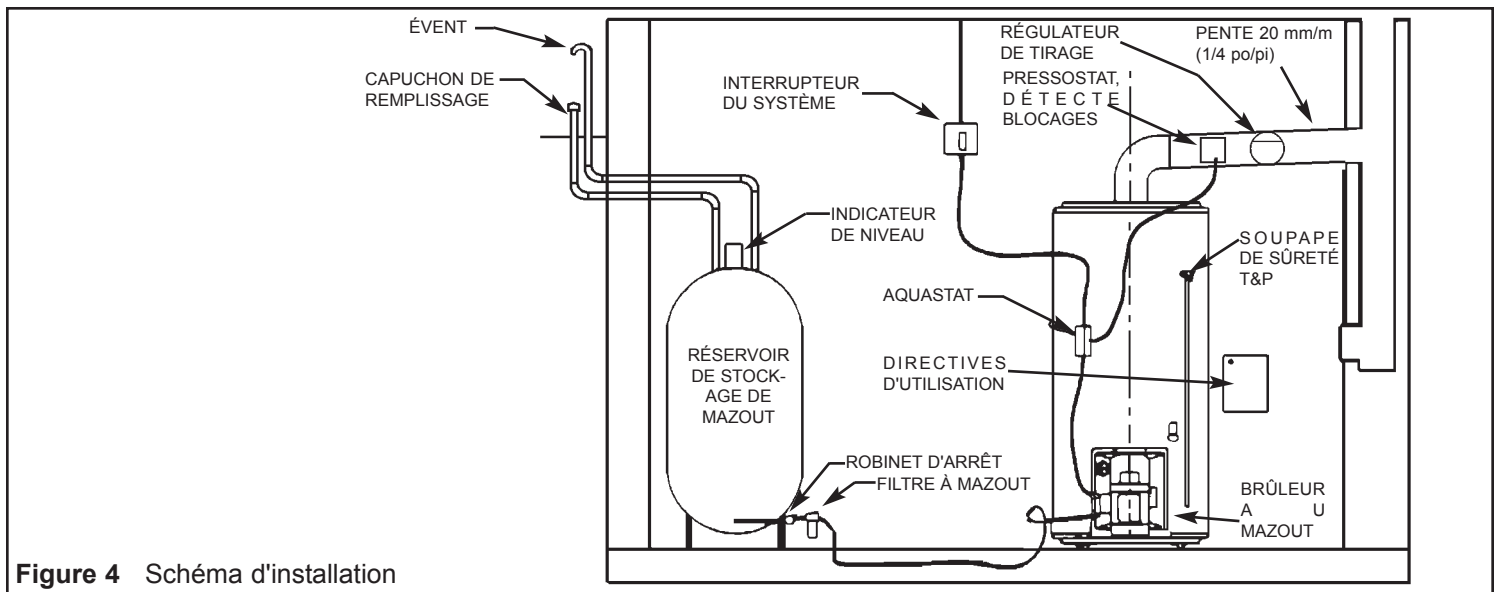

Figure 4 Schéma d'installation
Installez le réservoir de mazout, sa canalisation de remplissage et son évent. Assurez-vous qu'ils soient correctement dimensionnés, tel qu'illustré à la Figure 4. Lorsqu'un système comporte un dispositif antiretour entre le réservoir de stockage et le brûleur, et que le réservoir a une capacité de plus de 9 gallons canadiens, on doit procéder à la pose d'un robinet muni d'un élément fusible dans la canalisation d'alimentation en mazout, en amont du dispositif antiretour. Si une quelconque partie du réservoir est placée à un niveau plus élevé que le brûleur, un dispositif antisiphon doit être installé afin d'éviter le siphonnage du carburant en cas de bris de la canal-
Des conduits d'évacuation qui comportent de longues sections horizontales, un grand nombre de tés, de coudes ou toute autre obstruction, ont une capacité réduite d'évacuation des gaz de combustion. Cela peut entraîner de la condensation, des fuites de gaz de combustion ou des émissions de monoxyde de carbone. De telles conditions peuvent causer de graves dommages matériels, de graves blessures ou la mort. Le conduit d'évacuation devrait être de la même dimension que le collet de raccordement de l'appareil. La taille des conduits de cheminée sont généralement de 150 mm (6 po) pour les brûleurs qui consomment moins de 1,0 gal. par heure, et de 178 mm (7 po) pour les brûleurs qui consomment entre 1,0 et 1,5 gal. par heure. Le conduit d'évacuation devrait aussi court que possible. Ses sections horizontales devraient maintenir une pente minimale de 20 mm/m (1/4 po/pi), entre le collet de raccordement du chauffe-eau et la cheminée. Le nombre de coudes devrait être minimisé. Les diverses sections du conduit devraient être assemblées à l'aide de vis à tôle et soutenues par des sangles. On devrait éviter d'acheminer le conduit d'évacuation en lui faisant prendre des virages serrés ou en lui faisant suivre un chemin trop long. Il est recommandé de raccorder le chauffe-eau à un conduit d'évacuation qui lui est dédié. Il existe de nombreuses façons de raccorder un conduit d'évacuation partagé entre un chauffe-eau et une fournaise avec le conduit de fumée de la cheminée. Ce conduit partagé est généralement directement aligné avec le conduit de fumée de la cheminée. Aussi, on a souvent recours à un raccord en "Y" pour raccorder ensemble les conduits d'évacuation du chauffe-eau et de la fournaise, avant qu'ils ne rejoignent le conduit de fumée de la cheminée (voir Figure 4 et vérifiez avec l'autorité locale ayant juridiction sur vos installations). Assurez-vous de l'étanchéité de tous les joints. Des fuites de gaz de combustion ou des émissions de monoxyde de carbone peuvent causer de graves blessures corporelles ou la mort.
3. Le fabricant de ce chauffe-eau suggère la pose d'un robinet-mélangeur sur la canalisation d'alimentation en eau chaude, tel qu'illustré à la figure 4. Ce type de robinet abaisse la température de l'eau chaude dans tout le réseau d'alimentation en mélangeant de l'eau froide avec l'eau chaude provenant du chauffe-eau. Contactez un plombier licencié ou l'autorité compétente locale en matière de plomberie.